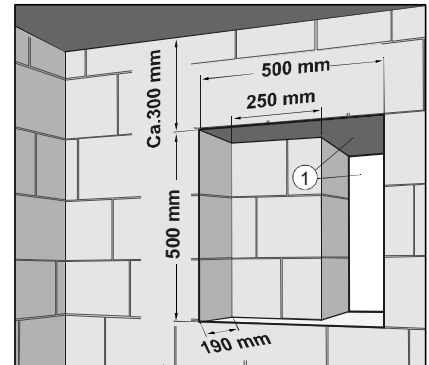

Abb. 1
Mauernische und Durchbruch (1) nach Maßskizze herstellen. (Abb. 1)